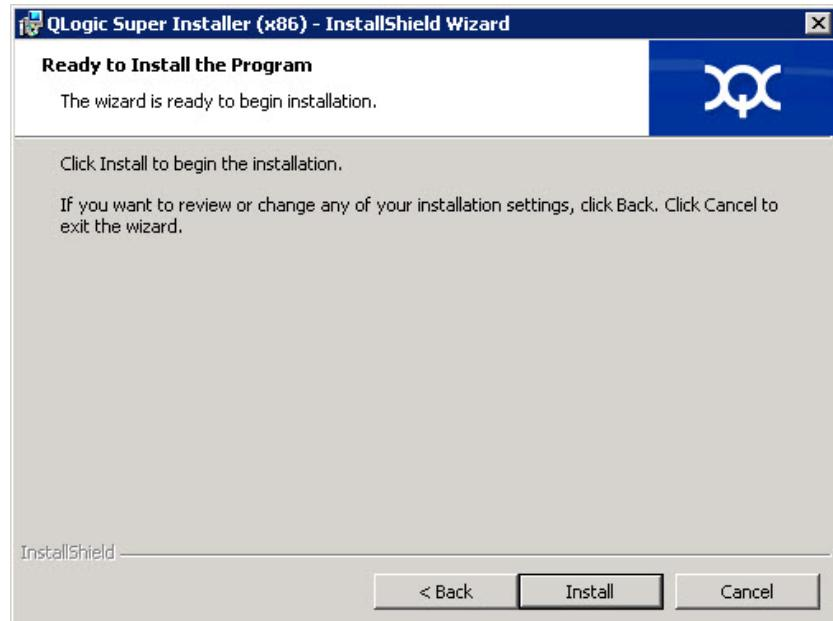

図 2-6. InstallShield ウィザード：プログラムのインストールの準備ができましたウィンドウ
7. InstallShield ウィザードの Ready To Install (インストールの準備ができました) ウィンドウ (図 2-6) で、**Install** (インストール) をクリックします。